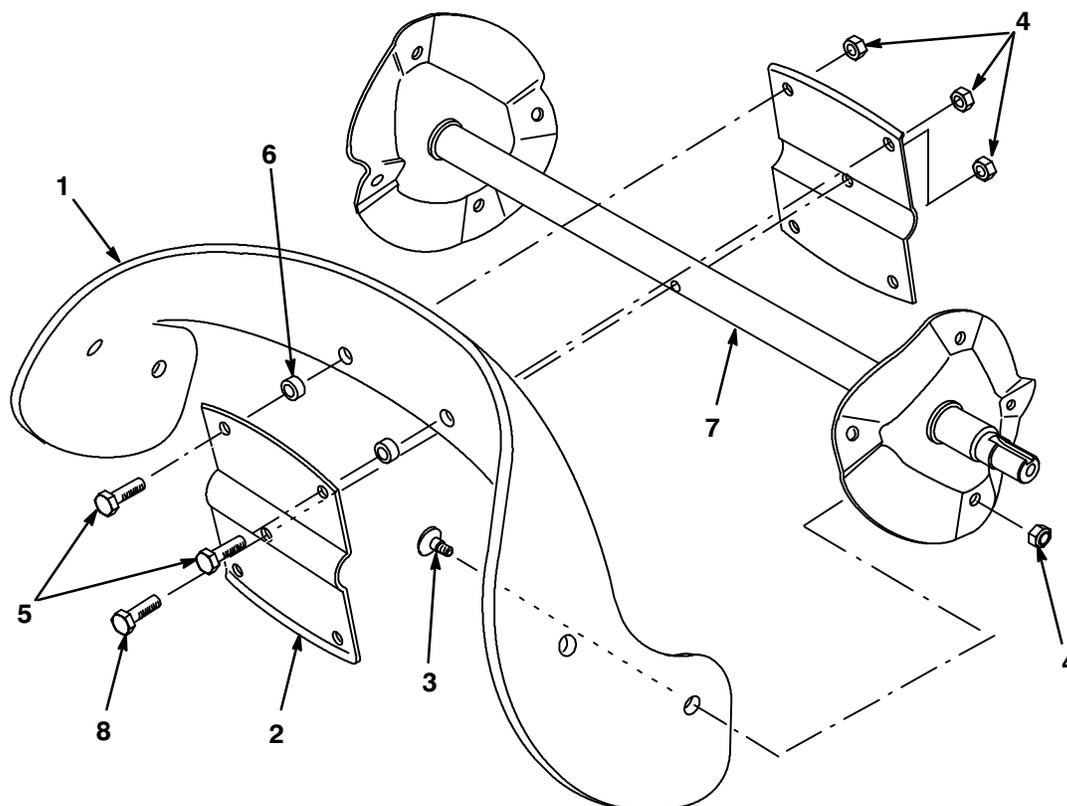

Figure 20
1. Enlevez les quatre vis Torx et les quatre contre-écrous qui fixent les bords extérieurs de la lame racluse à l'ensemble arbre de turbine (Fig. 20).
2. Enlevez les deux vis à tête hexagonale, les deux entretoises et les deux contre-écrous qui fixent le centre de la pale aux moitiés de la turbine (Fig. 20).
3. Desserrez la vis à tête hexagonale qui fixe les moitiés de la turbine à l'ensemble arbre de tarière (Fig. 20).
4. Déposez la pale en la faisant coulisser entre les moitiés de la turbine (Fig. 20).
3. Fixez la pale aux moitiés de la turbine avec deux vis à tête hexagonale, deux entretoises et deux contre-écrous, en plaçant les têtes des vis du côté épais de la lame (Fig. 20).
4. Courbez la pale et fixez-la avec les vis Torx et contre-écrous restants, en plaçant la tête des vis sur le côté épais de la pale (Fig. 20).